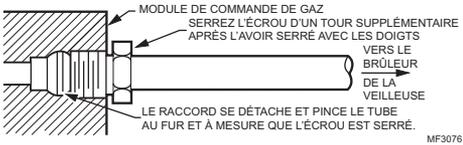

Fig. 6. Utilisez toujours un raccord de compression neuf.
**REMARQUE :** Lors du remplacement du module de commande, coupez l'ancien raccord de compression et remplacez-le par celui fourni sur le module de commande de gaz combiné. N'utilisez jamais un vieux raccord de compression puisque celui-ci pourrait ne pas fournir l'étanchéité prévue. Consultez la figure 6.